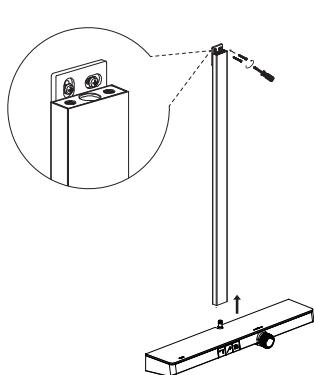

Figure 1
- d) Installez le rail de levage sur le panneau thermostatique et vissez-le dans le mur (Figure 1).